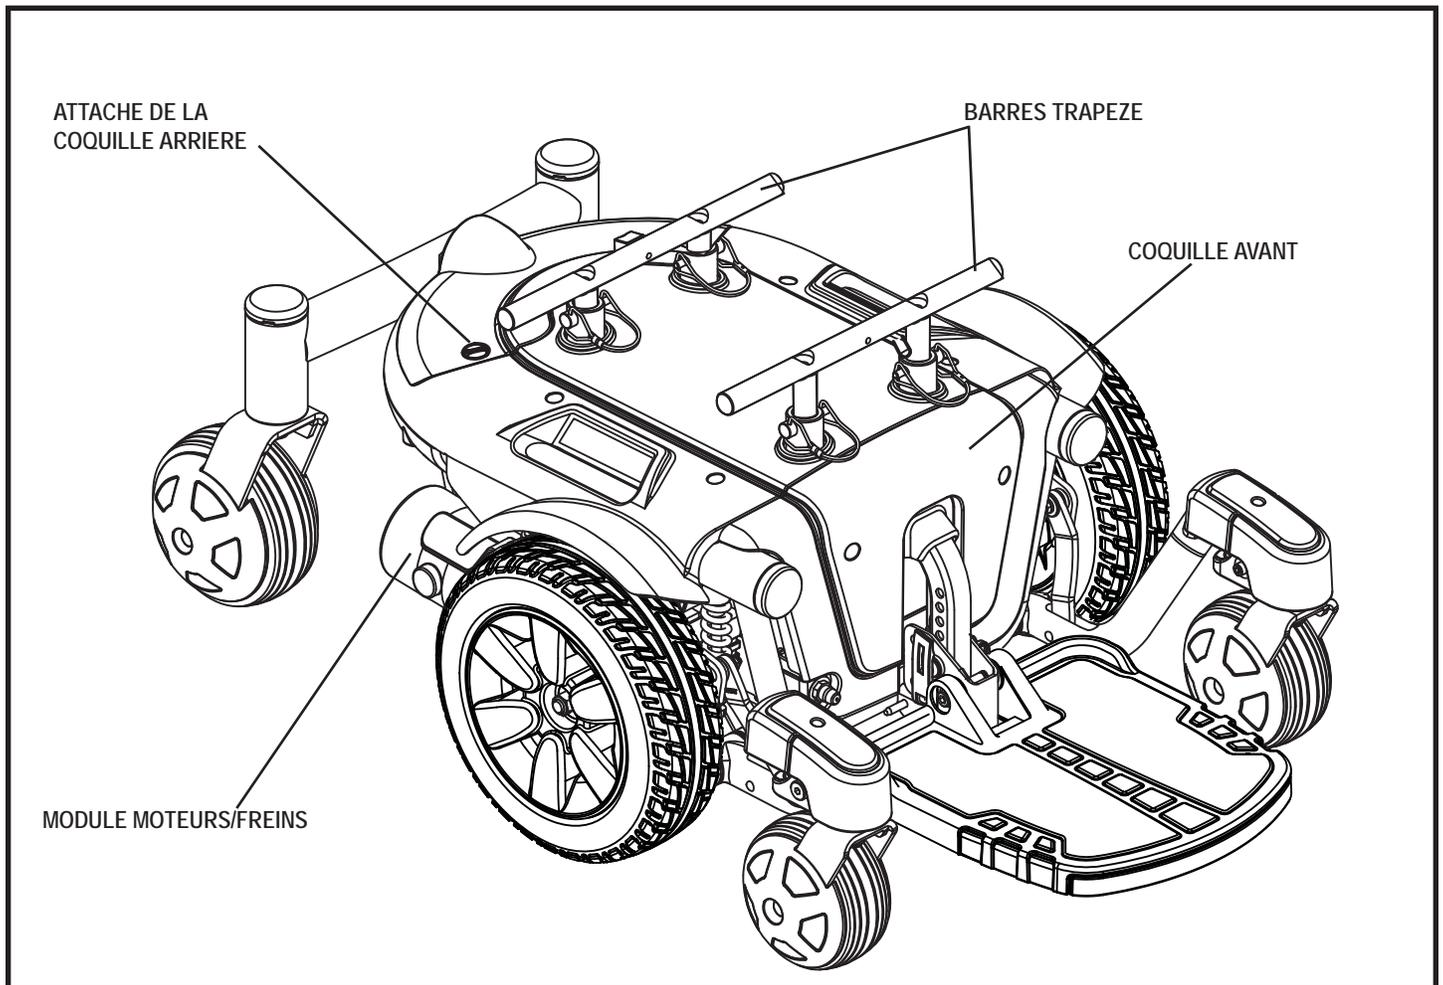

Figure 2. Base motorisée du J6
5. Desserrez les fixations de la coquille arrière, puis retirez la coquille. **Voir la figure 2.**
7. Remplacez la coquille en place et resserrez les fixations. **Voir la figure 2.**
3. Desserrez les fixations sur le coquille retirez-le. **Voir la figure 2.**